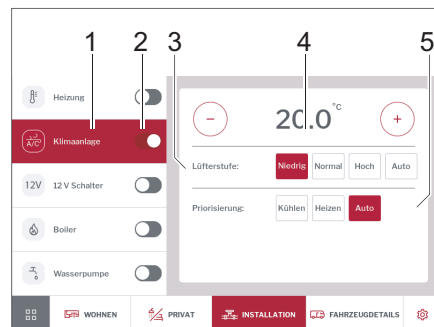

Fig. 266 Instalación de aire acondicionado
- Encender o apagar el aire acondicionado con el interruptor deslizante (Fig. 266,2).
- Tocar en la opción *Aire acondicionado* (Fig. 266,1).
- Use las teclas más y menos para establecer la temperatura ambiente deseada (Fig. 266,4).
- Establecer la priorización deseada (refrigeración/calefacción/automático) (Fig. 266,5).
- Seleccionar intensidad de ventilación (Fig. 266,3).